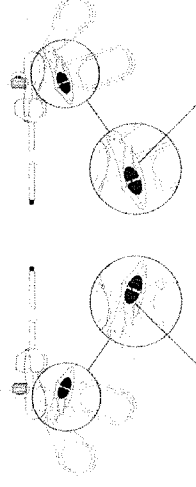

Fig. 3 Palanca de bloqueo
1. Empuje el interruptor (vea la fig. 3) hacia delante para acoplar el mecanismo de trinquete.